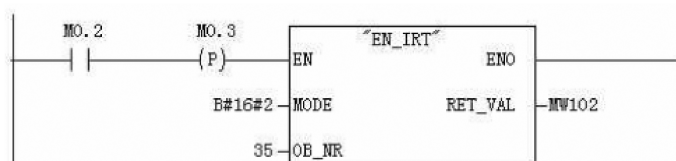

图 5-51 在 OB1 里编写的程序
1) 在上例的基础上, 在管理画面的块目录里打开 OB1, 并在 OB1 编写如图 5-51 所示程序, 然后保存。